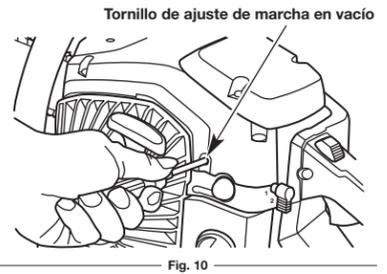

Fig. 10
**SI...** La unidad no funciona bien, utilice un destornillador Phillips o estándar para girar el tornillo de ajuste de marcha lenta (Fig. 10) de 1/4 a 1/2 vuelta en sentido de las agujas del reloj o hasta que la unidad funcione bien en marcha lenta.
**SI...** La cadena de la sierra gira mientras la unidad está funcionando en marcha en vacío, utilice un destornillador de estrías Phillips o estándar para girar el tornillo de ajuste de marcha en vacío (Fig. 10) en sentido contrario a las agujas del reloj hasta que la cadena de la sierra se detenga y la unidad siga funcionando en marcha en vacío.